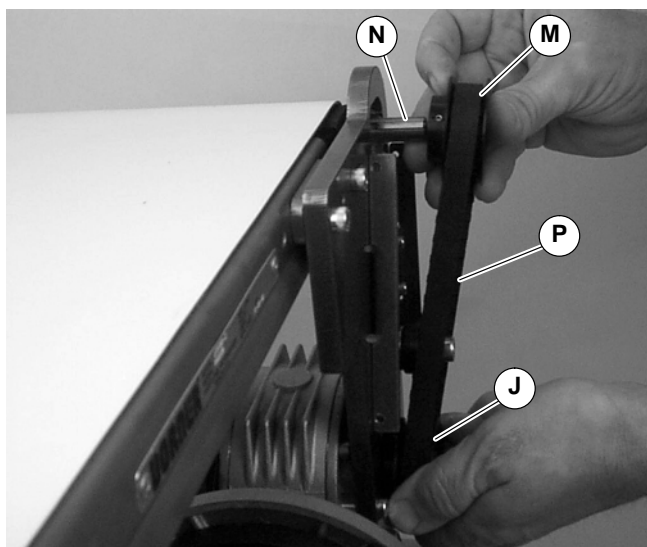

Abbildung 8
5. Paßfeder installieren (N siehe Abbildung 8).